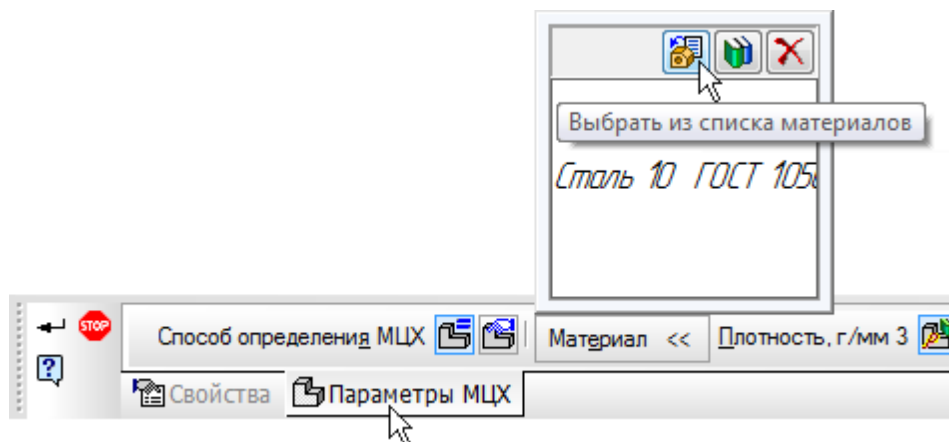

Рисунок 6.
- На панели Наименование материала нажмите кнопку Выбрать из списка материалов . (рис.6)